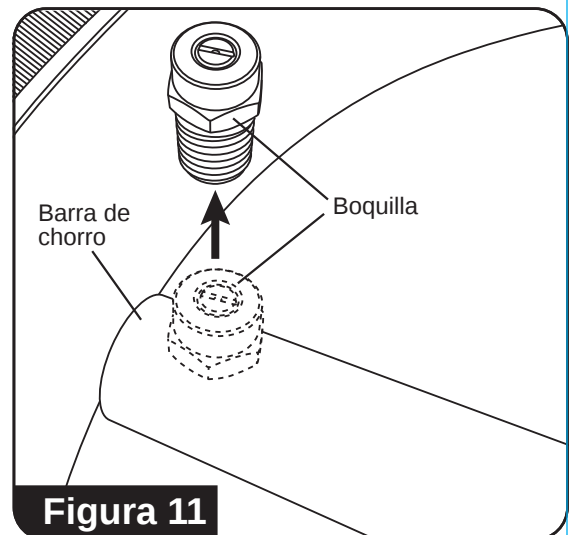

Figura 11
3. Con una llave inglesa de 14 mm (no se proporciona) retire las boquillas de la barra de rociado. **(Consulte la figura 11)**